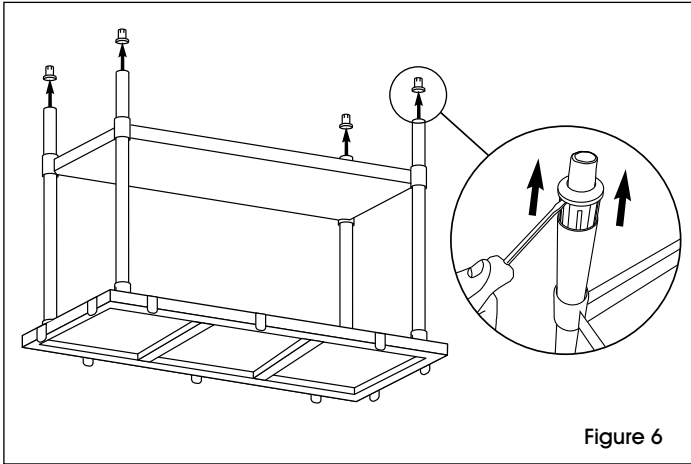

Figure 6
1. Retournez la table sur une surface lisse qui ne marque pas. Retirez les pieds réglables des montants tubulaires avec un tournevis à tête plate. (Voir Figure 6)